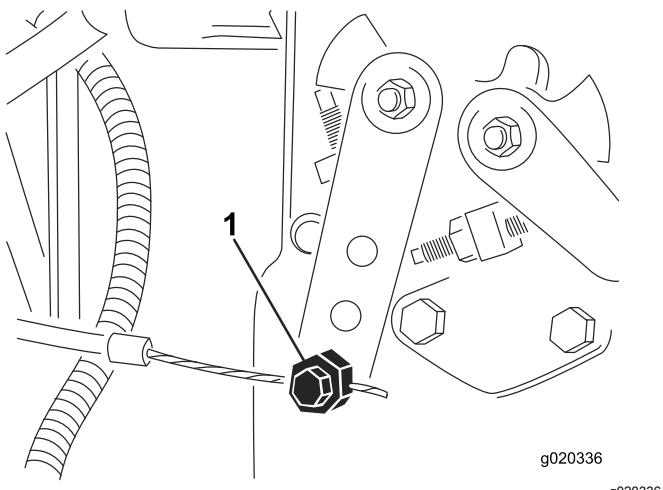

Figura 79
3. Allentate il raccordo del cavo dell'acceleratore sulla leva della pompa di iniezione (Figura 79).